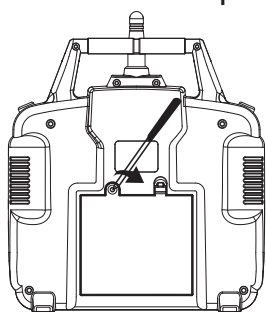

Рис. 1
- 1.С помощью отвертки выверните фиксирующий винт на задней панели пульта, затем откройте крышку батарейного отсека (Рисунок 1).